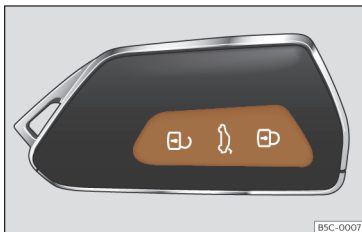

Fig. 70 Clé à télécommande : touches.
- Verrouiller : appuyez sur le bouton >>> fig. 70.